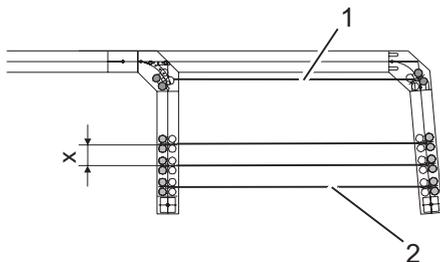

Fig. 21: Situation de rangement dans la gare (exemple)
à ce que l'écart par rapport aux autres vantaux soit la cote X (Fig. 21). Consulter le plan d'installation.
10. Vérifier que le vantail s'arrête bien à la distance correcte (Fig. 21/cote x) et parallèlement au vantail précédent à la position prévue dans la gare de rangement. Dans le cas contraire, régler de nouveau la position de garage.